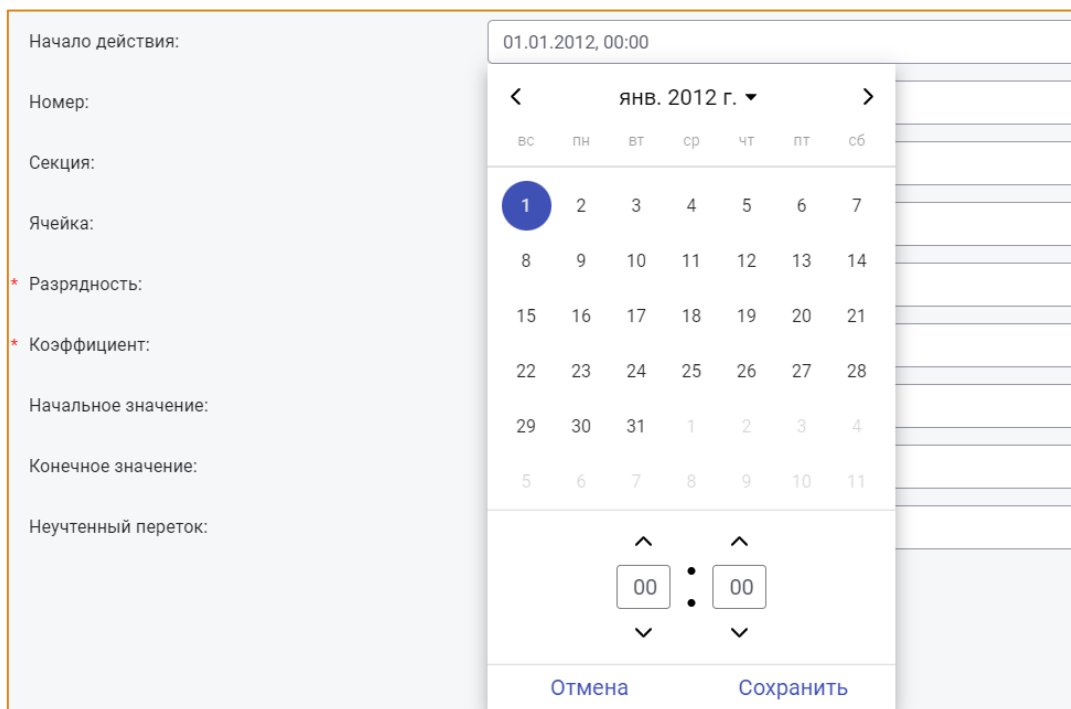

Рис. 244 – Выбор даты и времени начала действия счетчика
- **Начало действия** - содержит дату начала действия версии счетчика. Для выбора другой даты необходимо выбрать дату и время в календаре, вызываемом кликом по данному полю (Рис. 244);